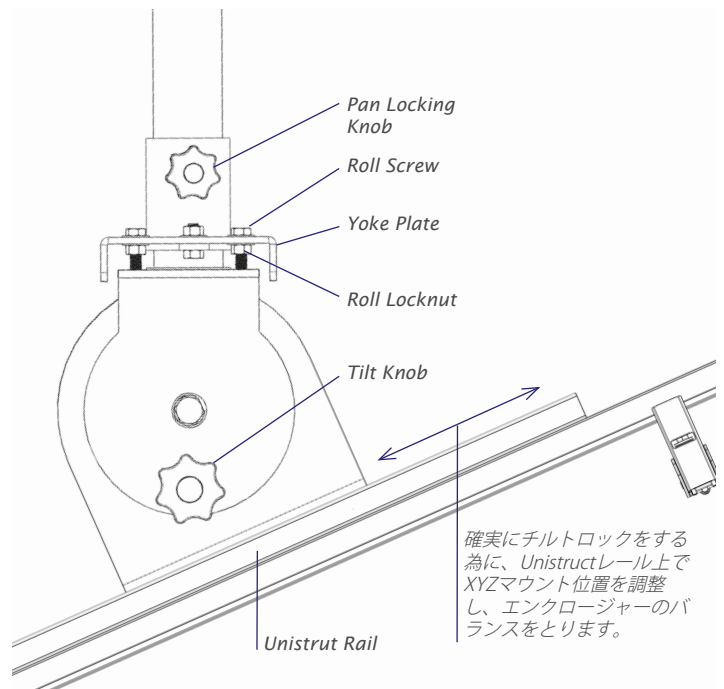

Figure 4
- ・ 最初に、4個全てのロールスクリュウのロールロックナットを緩めます(図4)。